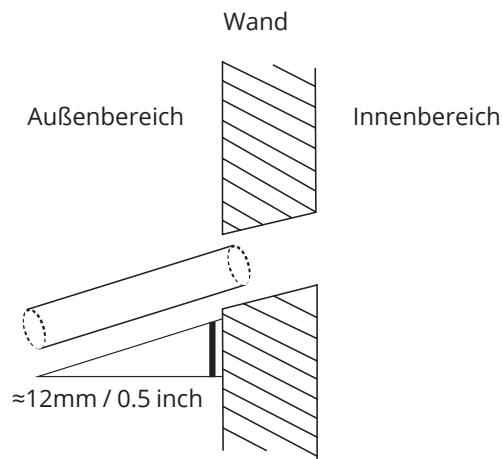

Abb. 6.5
3. Bohren Sie mithilfe eines 65-mm (2.5") Kernbohrers ein Loch in die Wand. Stellen Sie sicher, dass Sie mit einer leichten Neigung nach unten bohren, sodass die Außenkante der Bohrung um etwa 12mm (0,5") unter der Innenkante liegt. So wird der effektive Abfluss des Wassers gewährleistet (Siehe Abb. 6.5). Setzen Sie den Schutzmantel in die Bohrung. Somit werden die Enden der Bohrung geschützt und der Verschluss am Ende der Installationsarbeiten erleichtert.